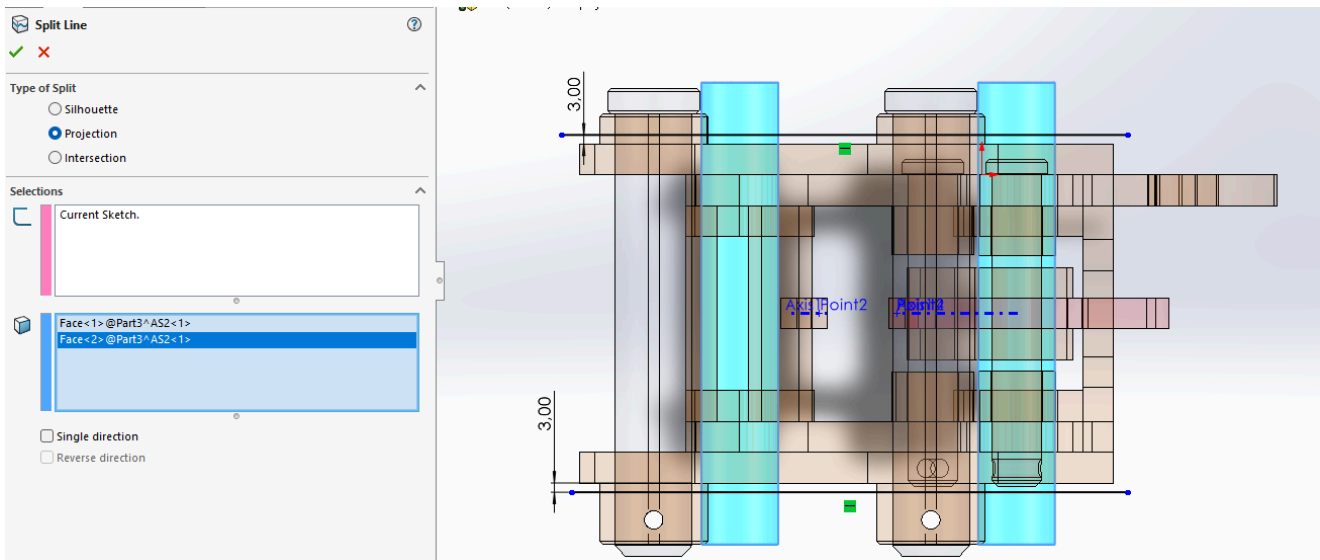

Рис. 24. Підготовка областей для призначення граничних умов
- перейти на вкладку **Sketch**, обрати **Sketch** та клікнути на площину, де буде проходити лінія роз'єму (див. рис.24)
- нарисувати контур лінії роз'єму та проставити розміри, як це показано на рис.24